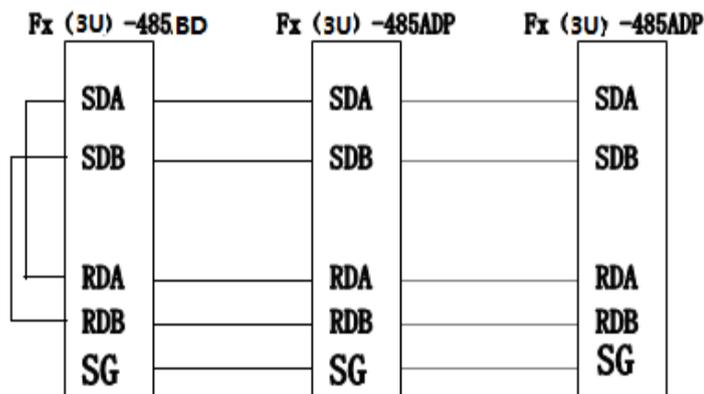

图 1 PLC 网络连接图
- ① 将1台PLC的FX3U-485BD模块与另外2台PLC的FU3U-485ADP-MB模块，通过五芯屏蔽线相连，如图1所示。